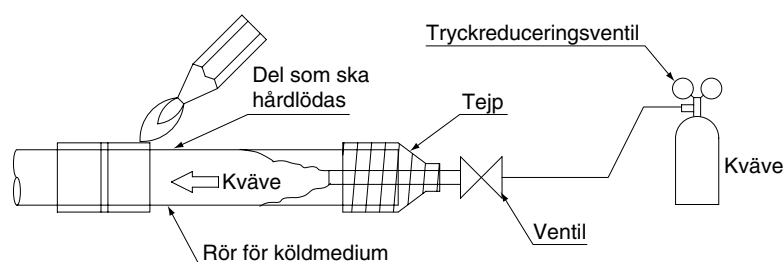

Bild 5
- Vid hårdlödning av köldmediumrör ska arbetet påbörjas efter utbyte av kvävet (*1) eller utför hårdlödningen med kväve i köldmediumrören (*2) (**se bild 5**), och gör fläns- eller kragkopplingarna till inomhusenheten och BS-enheten på slutet.